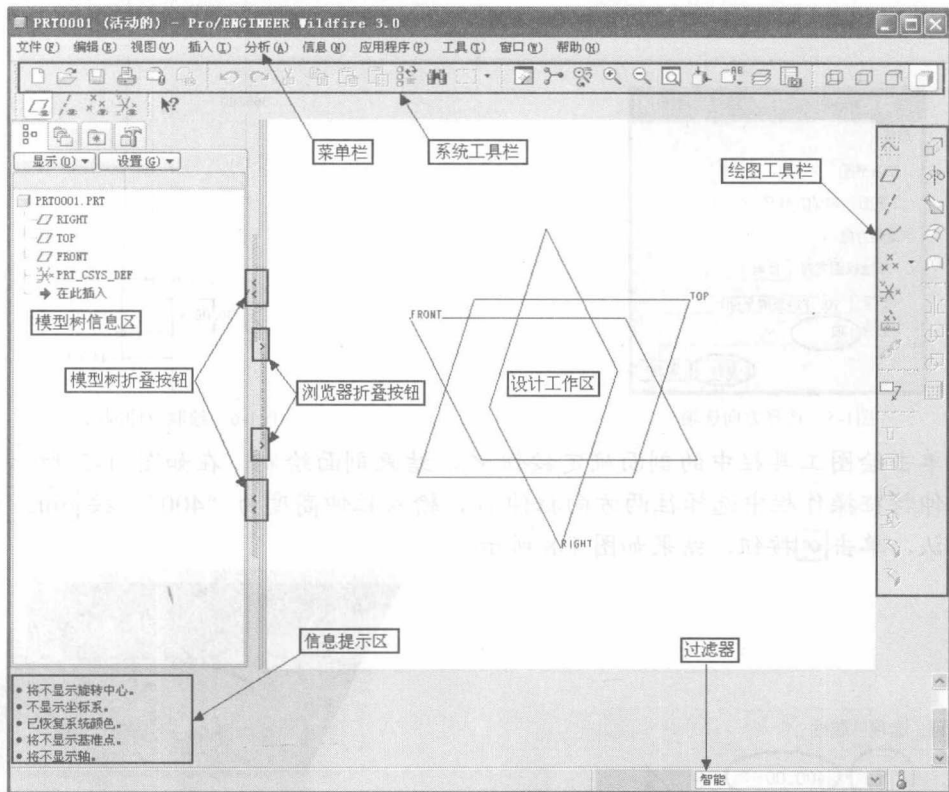

图1-2 Pro/ENGINEER Wildfire 3.0 视窗界面
1. 双击 Windows 视窗桌面上的  图标，启动 Pro/ENGINEER Wildfire 3.0 软件，其视窗界面如图 1-2 所示。